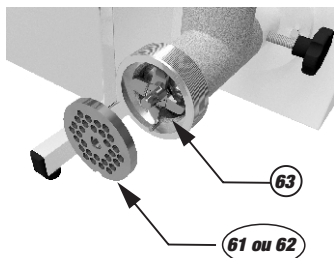

Figura 14
- Escolha o disco para moer apropriado para sua necessidade (61 ou 62) conforme *figura 14*. O disco com furos menores (61) produzirá carne moída fina enquanto que o disco com furos maiores (62) produzirá carne grosseiramente moída.